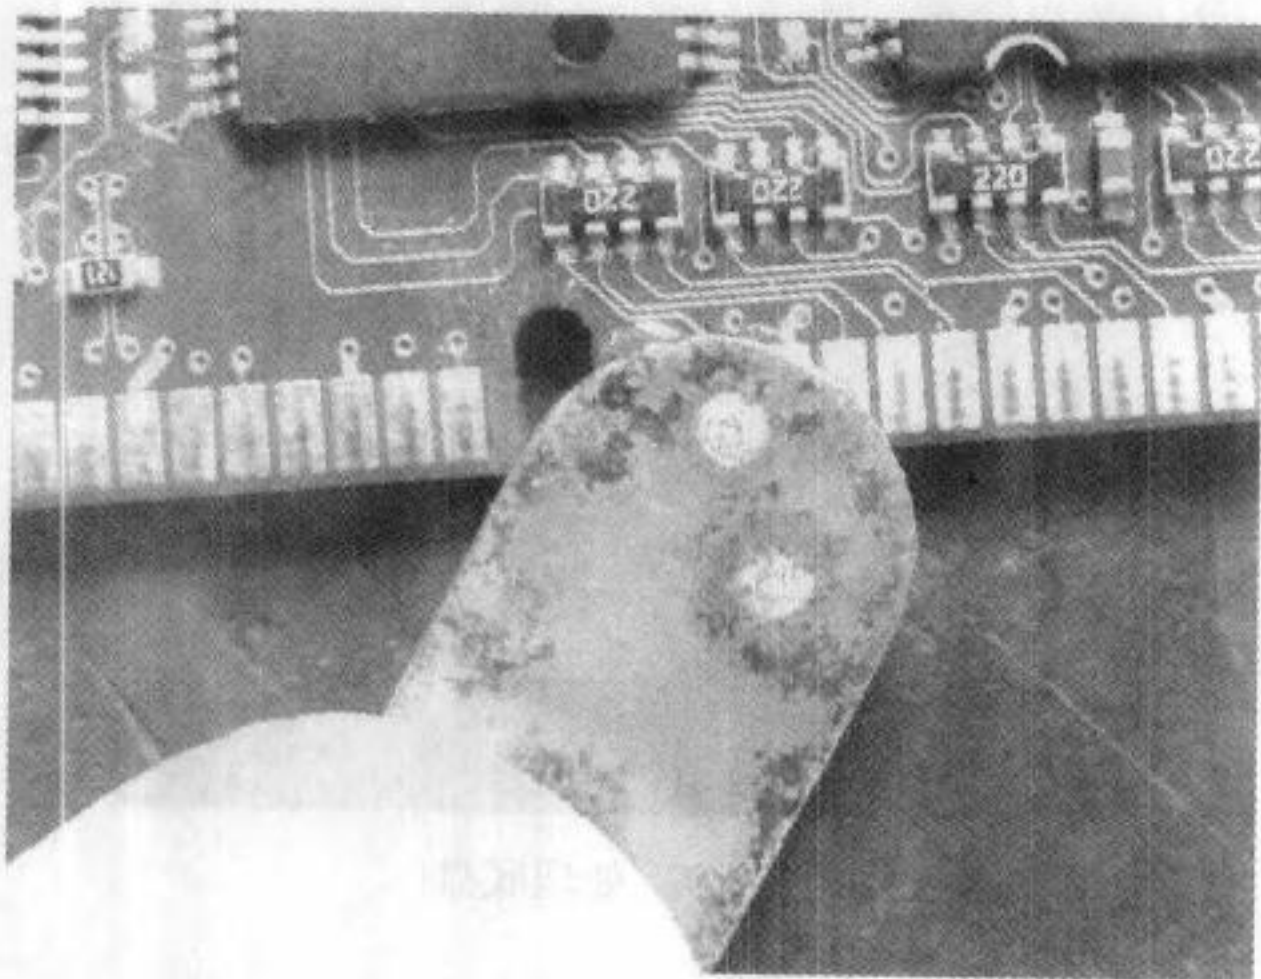

图 4-10 用力压平
(4) 胶水凝固后，用壁纸刀把新粘上去的金手指表面清理干净，如图 4-10 所示。